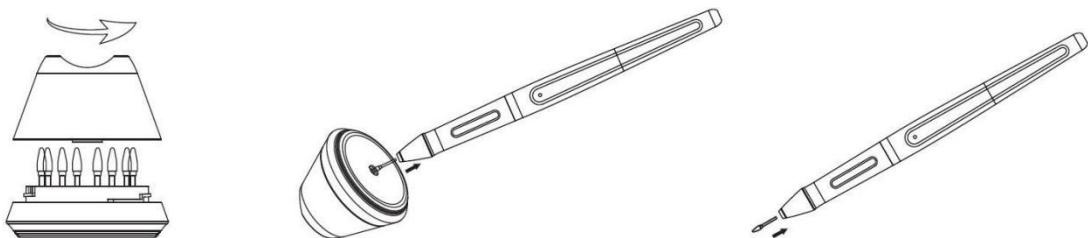

图 1.5
- 将新的笔尖沿着笔筒方向插入到笔筒内，平稳地推动笔尖直到它停止前进。 (图 1.5)